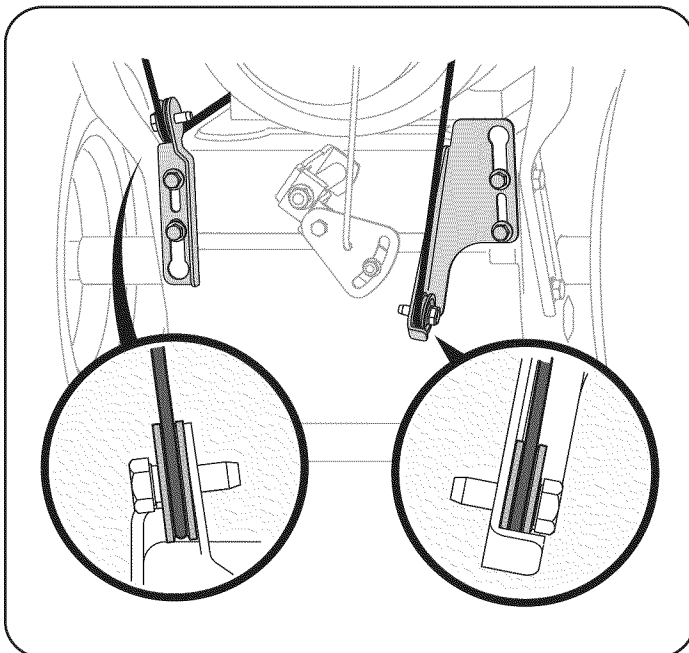

Figura 1
1. Observe el área inferior trasera de la máquina quitanieve para asegurarse de que ambos cables estén alineados con las guías rotatorias antes de girar la manija hacia arriba. Vea la Figura 1.